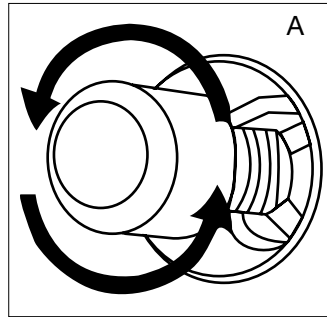
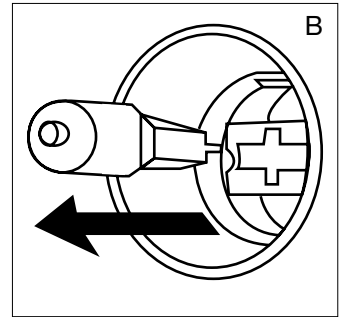

Abbildung 144
Abbildung 145
3. Entfernen Sie dann die Backofenlampe, indem Sie sie drehen (siehe Abb. 144), wenn sie vom Typ A ist, oder indem Sie sie herausziehen (siehe Abb. 145), wenn sie vom Typ B ist.